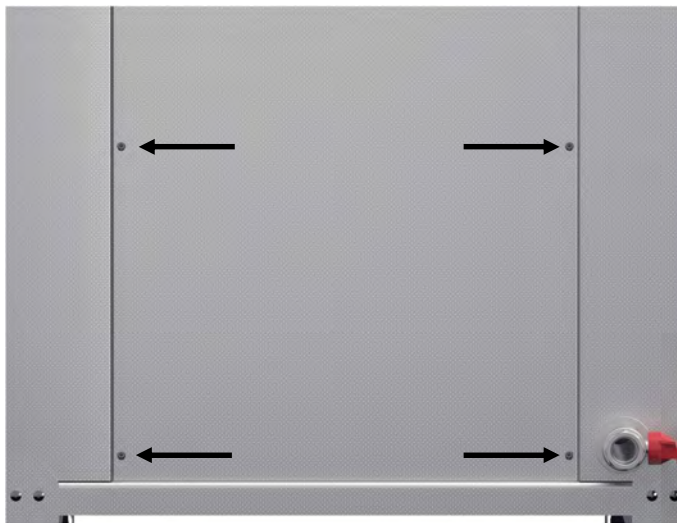

Fig. 9.5.1. Position des 4 vis à six pans
1. Desserrez les 4 vis à six pans creux (voir fig. 9.5.1).